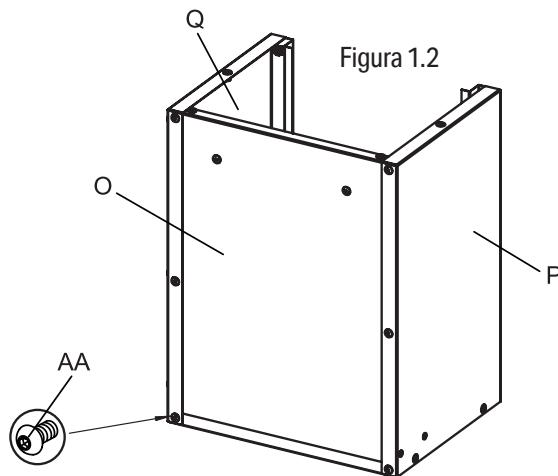

Figura 1.2
- Inserte el panel posterior (O) dentro de los dos paneles laterales (P y Q) y el panel inferior (V). Alinee e inserte los pernos M6 x 16 mm (AA) en los agujeros y apriete con la llave hexagonal suministrada. Ver Figura 1.2.